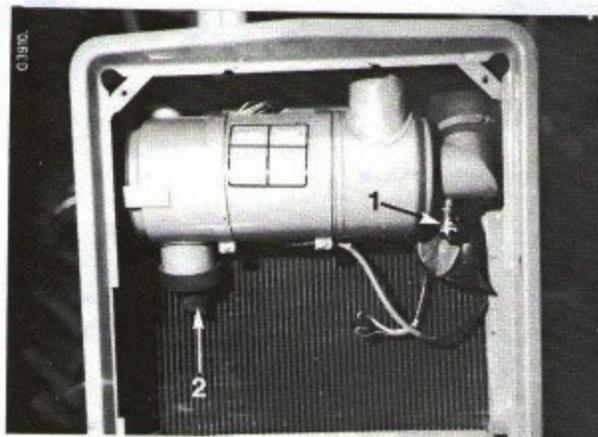

Fig. 55
Le vide-poussière automatique (2) Fig. 55 évacue automatiquement la poussière accumulée dans le corps de filtre.
Remplacez l'élément de filtre à air lorsque l'indicateur de colmatage (1), Fig. 55 en indique la nécessité.